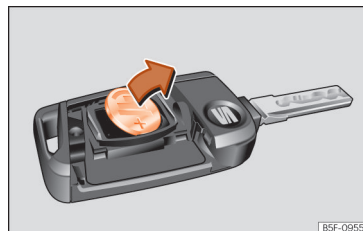

Abb. 66 Fahrzeugschlüssel: Batterie herausnehmen.
- Batterie mit einem geeigneten dünnen Gegenstand aus dem Batteriefach hebeln »» (Abb. 66).
- Drücken Sie eine neue Batterie in das Batteriefach ein »» ②.